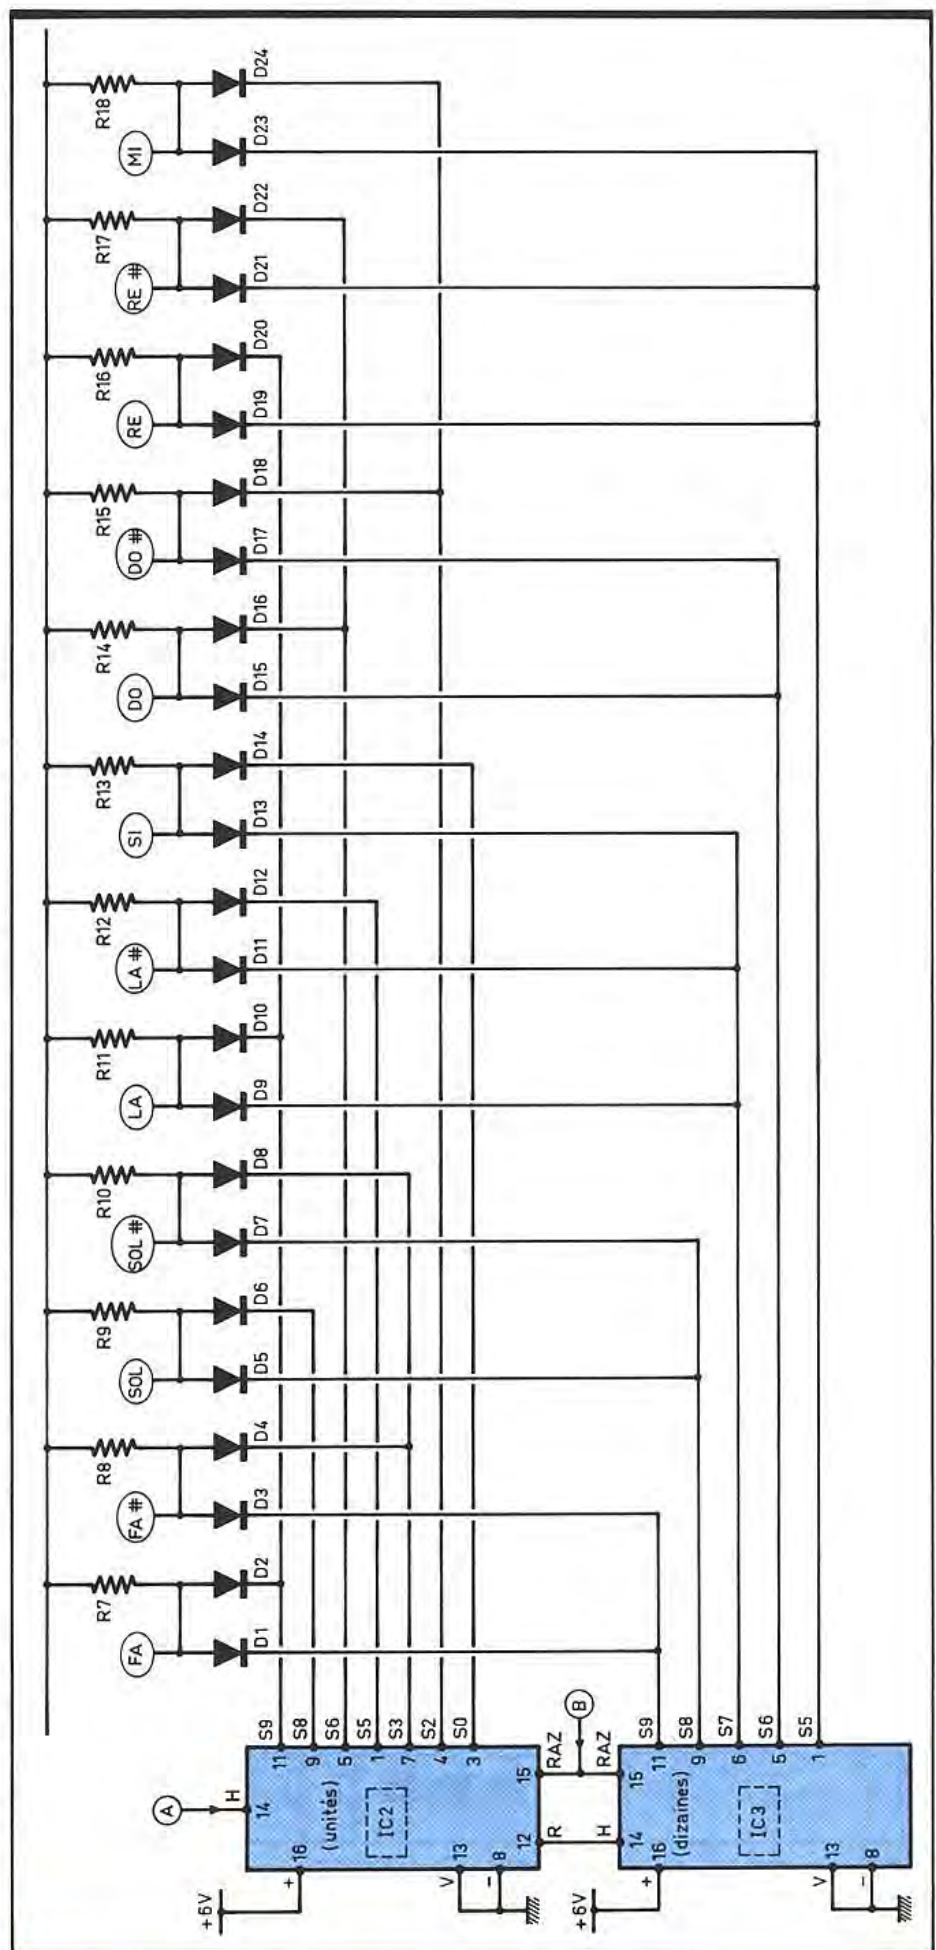

Fig. 5 Division de la fréquence pilote.
c) Division de la fréquence pilote (fig. 5 et 8)